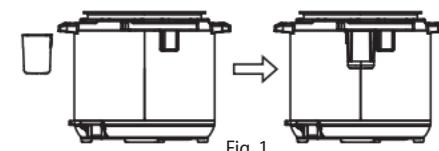

Fig. 1
- Coloque el colector de condensado (6), Fig. 1.